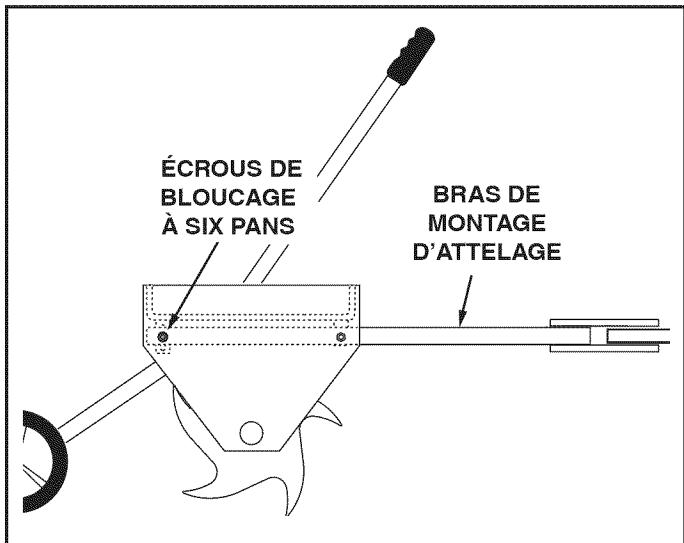

FIGURE 16
- Pour mettre de niveau le plateau des crampons après avoir connecté l'aérateur à l'attelage du tracteur, desserrer les rondelles plates et les écrous à six pans attachant les bras de montage d'attelage aux supports à l'arrière du plateau. Mettre le plateau de niveau dans la mesure du possible, puis resserrer les écrous. Voir la figure 16.